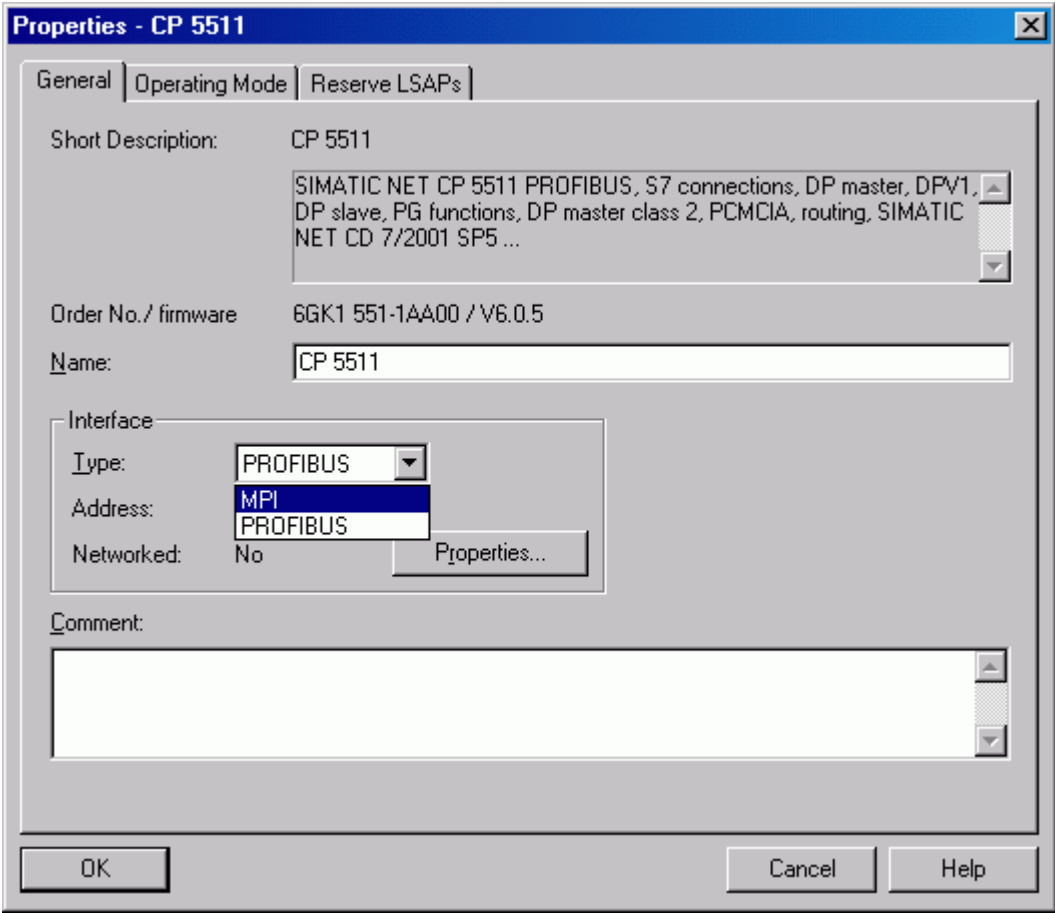

图. 4: 更改接口类型
3. 双击 CP 5611 并打开项目属性对话框。系统默认 将"PROFIBUS" 设置为接口类型。更改为 "MPI" (图. 4).